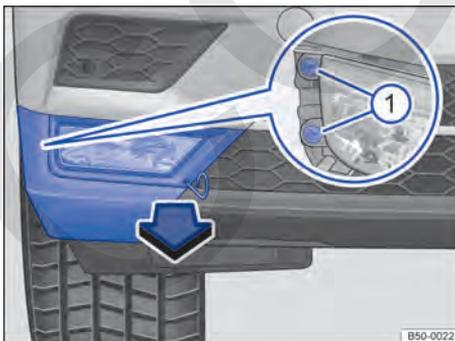

Fig. 211 En el lado derecho del paragolpes delantero: desmontaje del faro antiniebla.
- Saque el gancho de alambre de las herramientas de a bordo y engánchelo en el orificio de la cubierta → fig. 211. Retire la cubierta tirando hacia delante, en el sentido de la flecha.
- Desenrosque los tornillos de fijación → fig. 211 ① con el destornillador de las herramientas de a bordo → pág. 301.
- Apriete los tornillos de fijación → fig. 211 ① con el destornillador.
- Coloque la cubierta en el paragolpes → fig. 211.